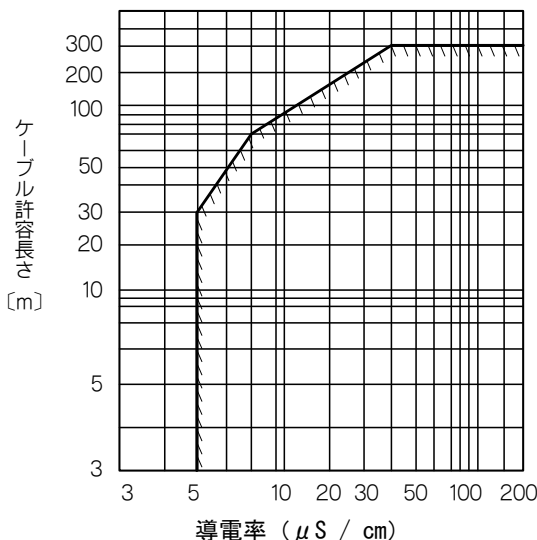

図13 導電率-ケーブル長さ関係図
- 検出器-変換器間ケーブル長さは、導電率によって、許容ケーブル長さが異なります。図13をご参照ください。